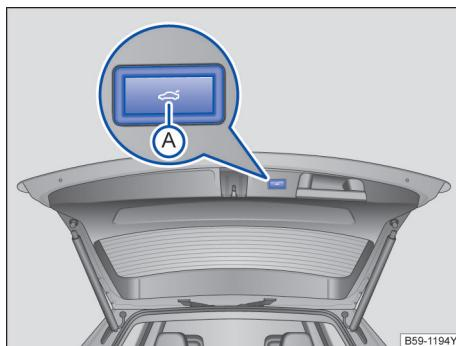

图 63 打开的行李厢盖内：用于电动关闭行李厢盖的按钮
→ 图 63 的图例：
- 在已打开的行李厢盖内短按按钮  → 图 63
- 按住已打开的行李厢盖内的按钮  → 图 63